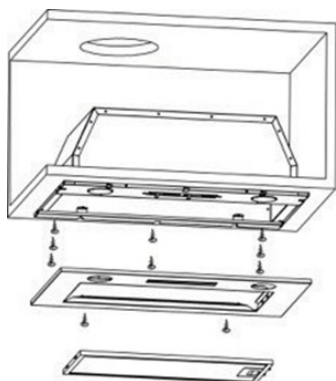

рис. 7.1
- снимите алюминиевый жировой фильтр и выкрутите 4 винта на панели (рис. 7.1).